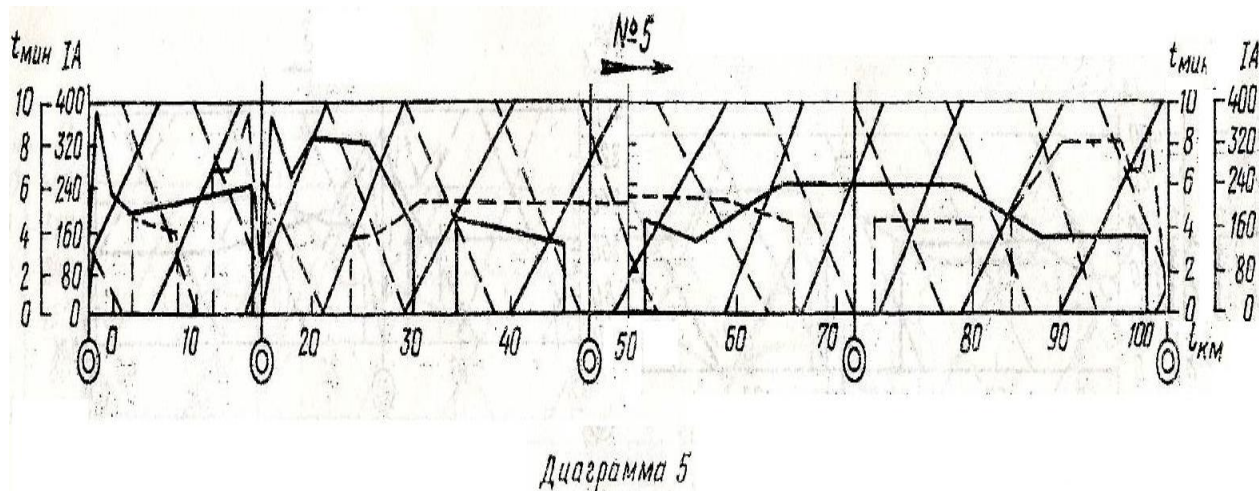

Рисунок 1 – Схема участка с упрощенными тяговыми расчетами
1. Схема участка с упрощенными тяговыми расчетами (рисунок 1)